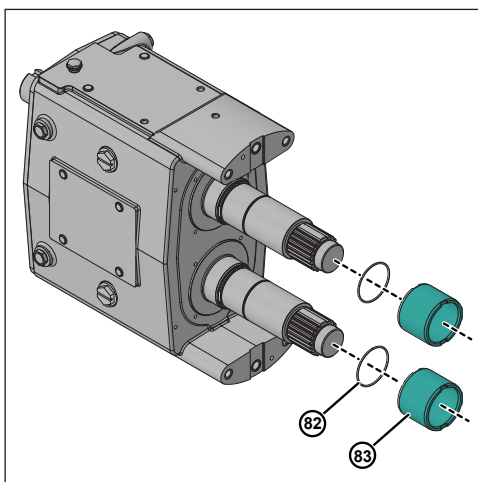

Abbildung 116 - Dichtungen und O-Ringe montieren
- Schmieren Sie die beiden Wellen-O-Ringe (82) mit einem Schmiermittel, das mit O-Ring-Material und Prozessflüssigkeit(en) kompatibel ist. Montieren Sie die O-Ringe (82) an der Rille der Welle.
- Installieren Sie die beiden Hülsen (83) an der Welle, wie in Abbildung 116 dargestellt.